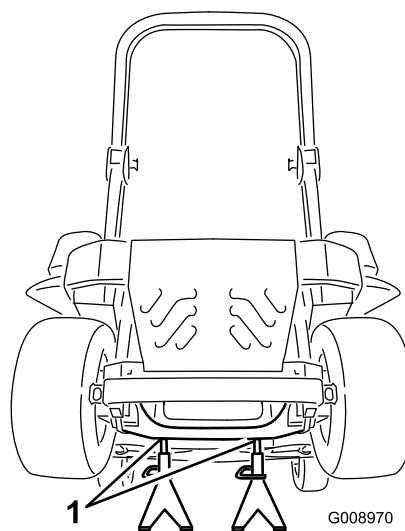

Figura 111
3. Levante la máquina y apóyela sobre gatos fijos (Figura 111).
- Retire los gatos fijos y baje la máquina (Figura 111).